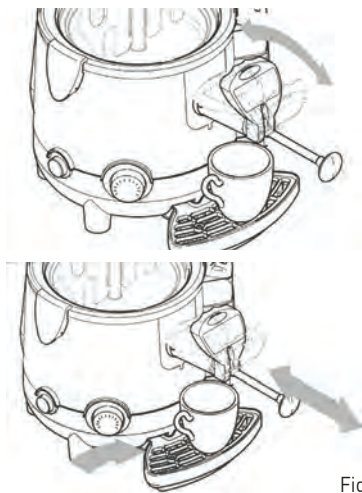

Fig. 1
- Jeśli gorąca czekolada nalewana jest zbyt wolno, zaleca się maksymalnie wychylić dźwignię; aby usunąć zatory w dozowniku, należy kilkakrotnie pociągnąć i popchnąć dźwignię do siebie i od siebie, bez wyłączenia urządzenia (patrz: Rys. 1).
**Uwaga! Niebezpieczeństwo poparzenia! Podczas pracy urządzenia nie dotykaj pokrywy pojemnika (1) ani pojemnika (2), ponieważ są one bardzo gorące. Pokrywę pojemnika (1) należy zawsze podnosić za uchwyt.**